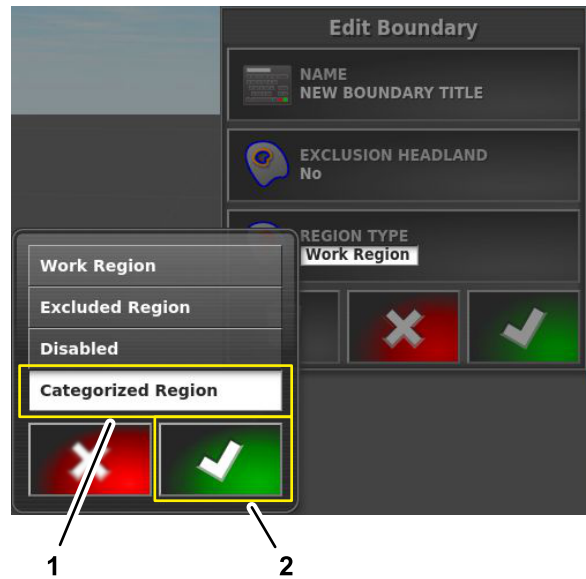

Figure 64
2. Dans la boîte de dialogue Type de zone, appuyez sur l'icône ZONE CATÉGORISÉE, puis sur l'icône de confirmation (Figure 64).